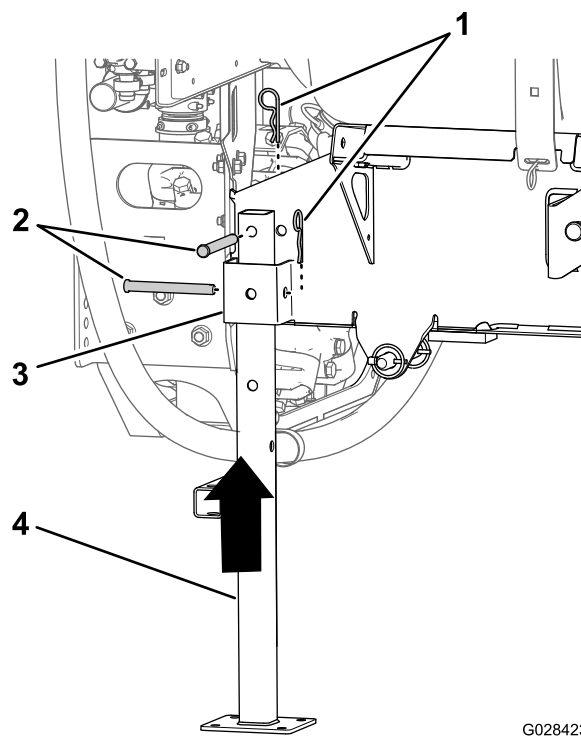

図 134
5. 後用のジャッキスタンドを、後部のジャッキスタンド受けに合わせる 図 134。
6. ジャッキスタンド上部の穴を、タンクスキッドのフレームの穴に合わせる 図 134。
7. ジャッキスタンドをスタンド受けとフレームに固定するクレビスピン $\frac{1}{2}$  x  $4\frac{1}{2}$ "2本、ヘアピン $\frac{5}{32}$  x  $2\frac{5}{8}$ "2本を使用して 図 134 のように取り付ける。